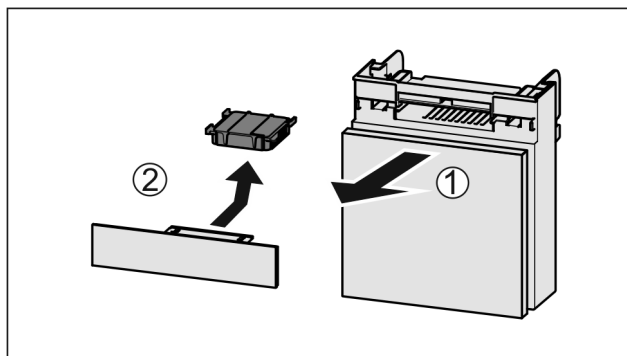

Fig. 106
- 向前拉出 Fig. 106 (1) 抽屉。
- 取出 Fig. 106 (2) 活性炭过滤器。